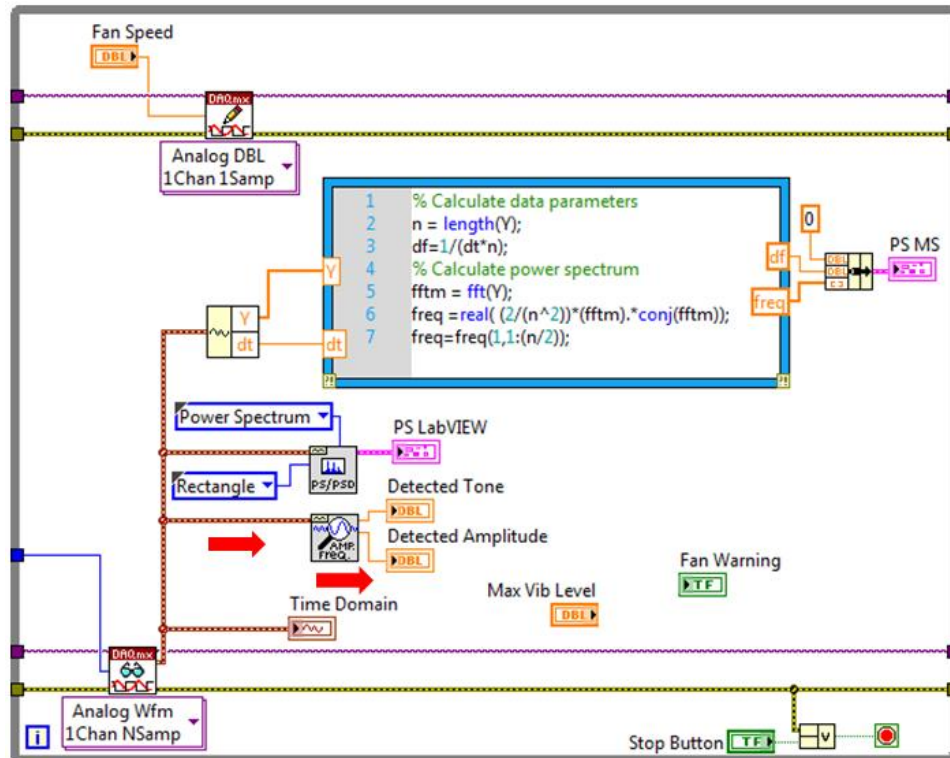

Figura 49. Conecte a forma de onda do domínio do tempo ao VI Extract Tone para obter a frequência e amplitude do tom de potência mais alto.
3. Coloque o VI no local indicado na figura 49 e conecte as entradas e saída conforme ilustrado. Se você precisar de ajuda para saber sobre essas diferentes entradas, pressione Ctrl+h para abrir a janela Context Help e verifique o lembrete exibido.